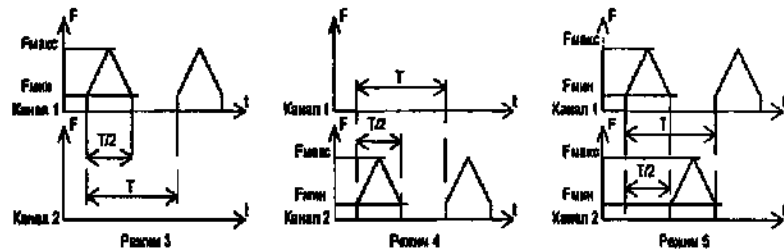

Рис. 1.
- 2.3 Период циклов генерирования импульсов в режимах 3, 4 и 5 (см. рис. 1) в диапазоне, Т, с от 0,5 до 12
- 2.9 Зависимость частоты генерируемых импульсов по времени в режимах 3, 4 и 5 показано на рис. 1.